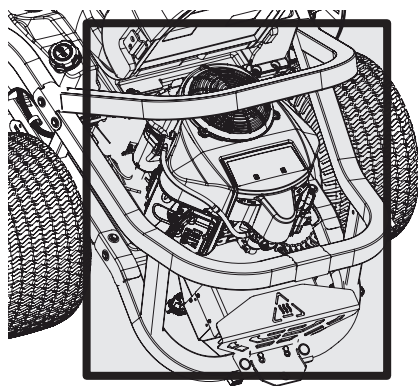

Figura 36
- Mantenga ambos lados de las ranuras de enfriamiento de la transmisión, el colector de escape, alrededor de los fusibles, todo el cableado y los arneses de cables, el tubo del silenciador, el protector del silenciador, los filtros de admisión del motor y las aletas de refrigeración, etc. libres de residuos de pasto y hojas (Figura 36).